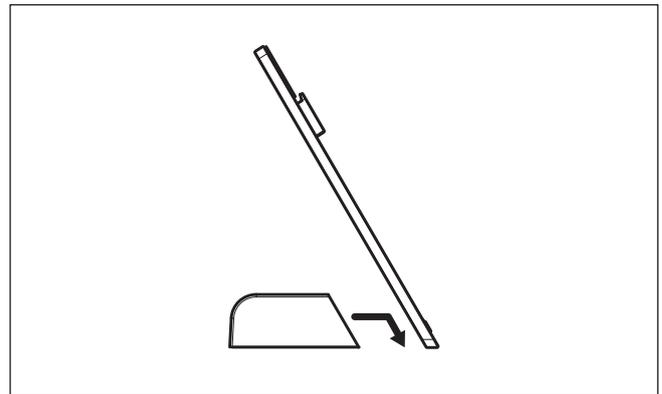

Abb. 2 Montage bei Verwendung als Tischhalter
- Setzen Sie den Standfuß auf der Rückseite der Auflageplatte an, dass sich der Halter an der Auflageplatte in der Öffnung im Standfuß befindet (siehe Abb. 2).